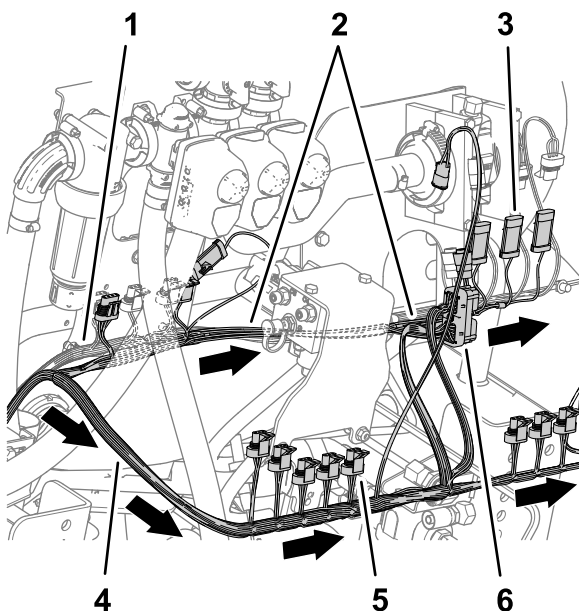

Figura 85
7. Nella parte posteriore della macchina, disponete la diramazione di 89 cm del cablaggio preassemblato davanti al collettore di sollevamento e a destra del flussometro, come illustrato nella Figura 85.
8. Disponete la diramazione di 102 cm del cablaggio preassemblato dietro al collettore di sollevamento e a destra, come illustrato nella Figura 85.